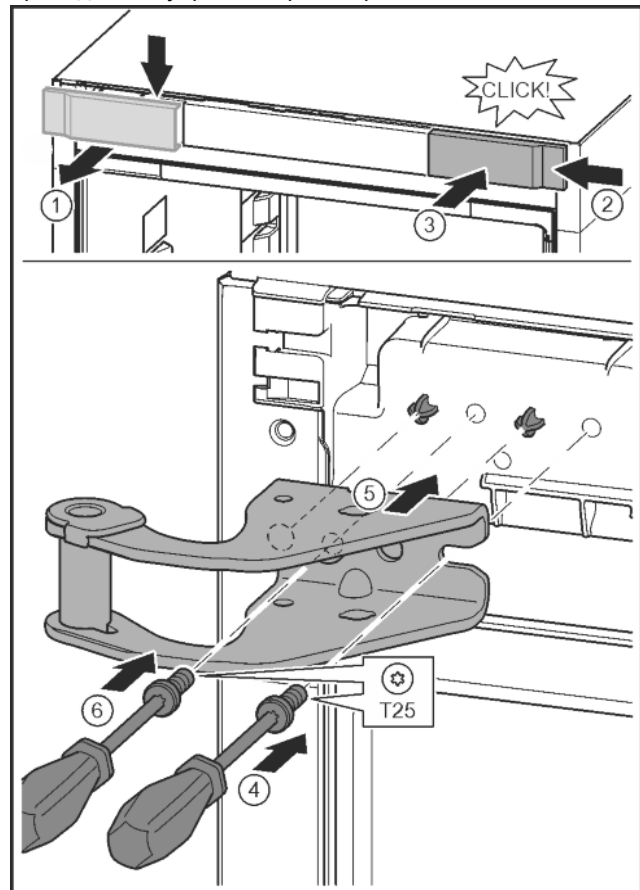

Fig. 10
- ▶ Отпустить крышку и снять боку. Fig. 10 (1)
- ▶ Навесить крышку, повернув ее на 180°, справа с другой стороны. Fig. 10 (2)
- ▶ Крышку зафиксировать. Fig. 10 (3)
- ▶ Установить винт отверткой T25. Fig. 10 (4)
- ▶ Установить верхний опорный кронштейн. Fig. 10 (5)
- ▶ Затянуть винт. Fig. 10 (4)
- ▶ Вставить и затянуть винт отверткой T25. Fig. 10 (6)